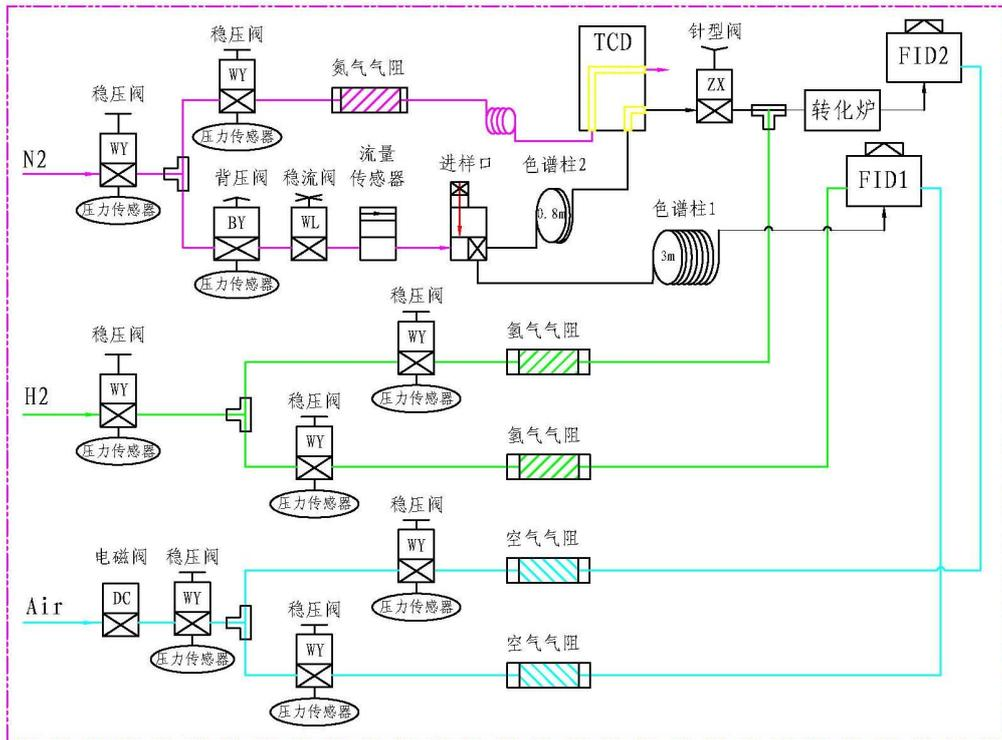

图 2-2.1 ZNSP-6950 气相色谱分析仪气路流程图
2.1. 气路控制系统主要由进气稳压阀、空气开关阀、气体稳压阀、载气稳流阀、针型阀、气阻、压力传感器和流量传感器等零部件组成, 主要作用是为保证进样系统、色谱柱系统和检测器的载气、燃气和助燃气流量稳定, 提高检测数据精度, 见图 2-2.1。